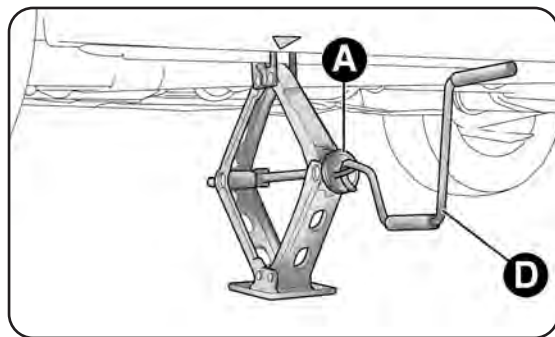
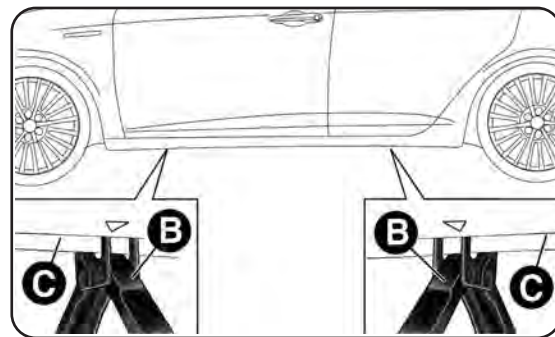

fig. 116
fig. 117
- aziona il dispositivo A-fig. 116 in modo da distendere il cric, sin quando la parte superiore B-fig. 117 si inserisce correttamente all'interno del dispositivo C;
- inserisci la manovella D-fig. 116 nella sede sul dispositivo A, aziona il cric e solleva la vettura, sino a quando la ruota si alza da terra di alcuni centimetri;
- aziona la manovella D-fig. 116 del cric in modo da abbassare la vettura. Successivamente estrai il cric;